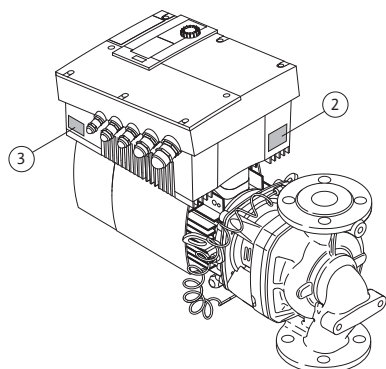

Fig. 12: Dispunerea plăcuțelor de identificare:
- Plăcuța de identificare a acționării se află pe modulul electronic, pe partea trecerilor de cabluri (Fig. 12, poz. 3). Racordul electric se va realiza în conformitate cu datele de pe plăcuța de identificare a propulsiei.